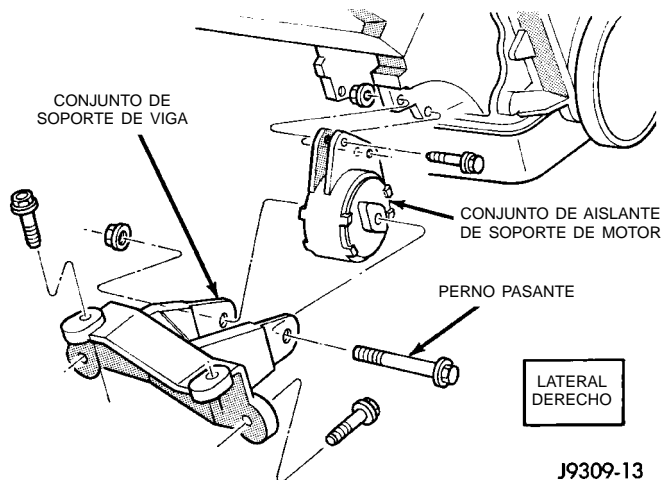
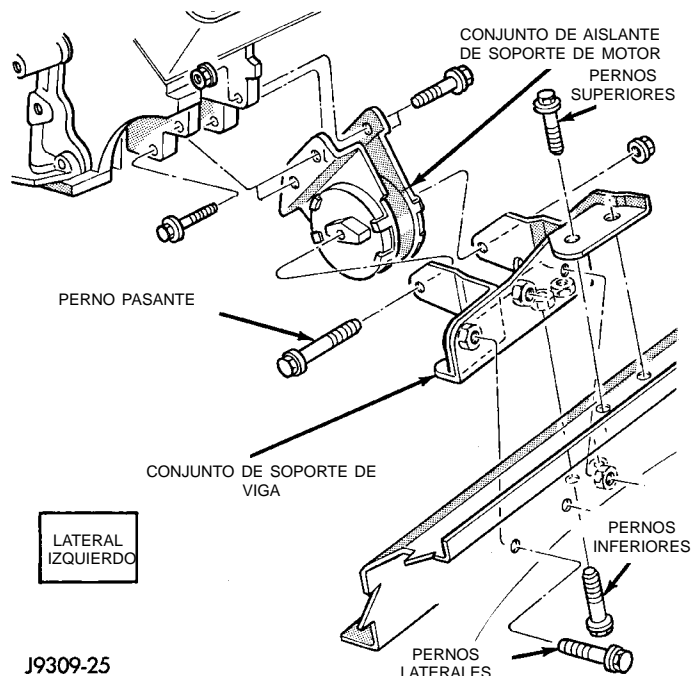

Fig. 14 Soporte delantero del motor—Lateral derecho
Fig. 15 Soporte delantero del motor—Lateral izquierdo
- (3) Instale la horma de elevación del motor.
- (4) Eleve el vehículo sobre un elevador.
- (5) Retire los pernos pasantes y tuercas del aislante del soporte del motor (Fig. 14) (Fig. 15).
- (6) Eleve LEVEMENTE el motor. Retire los pernos del aislante del soporte del motor. Retire el conjunto de aislante de soporte de motor.
- (1) Si retiró el conjunto de soporte de viga, instale el soporte en el conjunto de viga.
- (a) LATERAL DERECHO—Instale el conjunto de soporte de viga en el conjunto de viga (Fig. 14). Instale y apriete los pernos con una torsión de 65 N·m (48 lbs. pie).
- (b) LATERAL IZQUIERDO—Instale el conjunto de soporte de viga en el conjunto de viga (Fig. 15). Instale y apriete los 2 pernos superiores con una torsión de 65 N·m (48 lbs. pie). Instale y apriete los 2 pernos laterales con una torsión de 95 N·m (70 lbs. pie). Instale y apriete los 2 pernos inferiores con una torsión de 121 N·m (89 lbs. pie).
- (2) Con el motor LEVEMENTE elevado, emplace el conjunto de aislante del soporte del motor en el bloque del motor (Fig. 14), (Fig. 15). Instale los pernos y apriételos con una torsión de 88 N·m (65 lbs. pie).
- (3) Baje el motor con la horma de elevación, en tanto alinea el conjunto de aislante de soporte del motor en el conjunto de soporte de viga.
- (4) Instale el perno pasante y tuerca. Apriete la tuerca del LATERAL DERECHO con una torsión de 81 N·m (60 lbs. pie). Apriete la tuerca del LATERAL IZQUIERDO con una torsión de 81 N·m (60 lbs. pie).
- (5) Baje el vehículo.
- (6) Retire la horma de elevación.
- (7) Conecte el cable negativo de la batería.